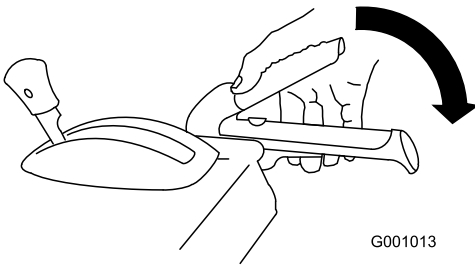

Figure 34
2. Engagez le levier de déplacement de la tarière à neige/turbine et maintenez-le en place (Figure 34).